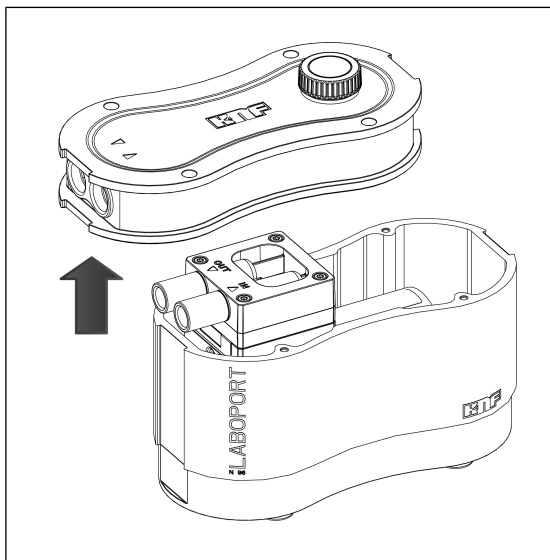

Fig.10: Rimozione del coperchio della carcassa
3. Rimuovere il coperchio della carcassa (2) facendo attenzione e posizionarlo vicino alla carcassa della pompa (3) (vedere Fig. 10).
- i** Rimuovendo il coperchio della carcassa (2) fare attenzione a non esercitare forze di trazione significative sui cavi e a non danneggiarli